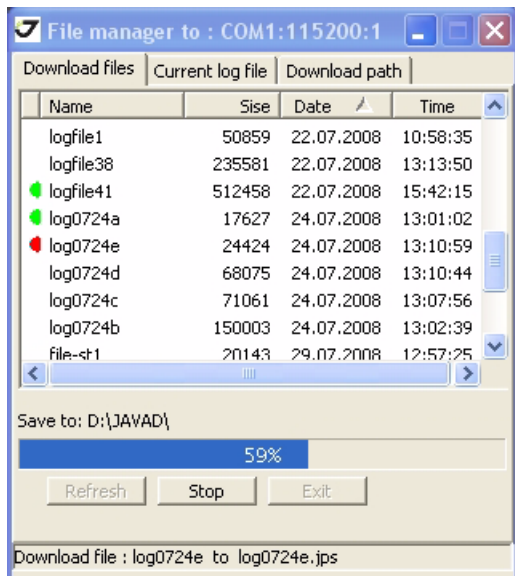

Рисунок 5-4. Download Files – Статус
7. Нажмите кнопку *Download*. Во время процесса выгрузки индикатор состояния будет отображать для каждого файла следующее (Рисунок 5-4 на стр. 68):